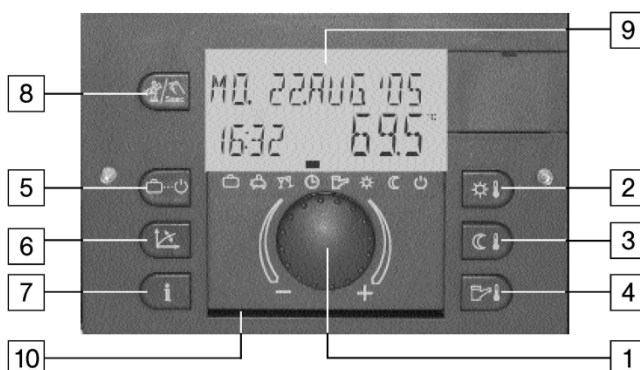

Abb. 73: Bedieneinheit
Legende zu Abb. 73:
Die Emissionsmessung ist 20 Min. aktiv. Sie kann durch erneutes Drücken der Taste Emissionsmessung ⑧ (s. Abb. 73, Seite 68) vorzeitig beendet werden.
- Drücken Sie die Taste Emissionsmessung ⑧ zur Kontrolle der Abgaswerte.